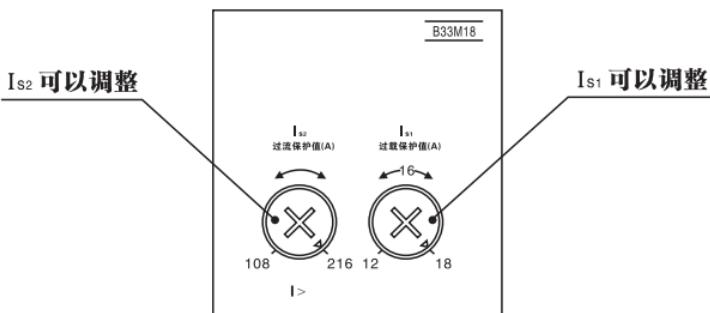

图10 热磁脱扣器面板图
7.6 使用时热脱扣 ( $I_{S1}$ ) 的调节旋钮、磁脱扣 ( $I_{S2}$ ) 的调节旋钮位置如图10所示，应根据实际工作电流进行调节整定，其它结构和模块不能擅自拆装调整。数字化控制器调节位置见相应使用说明书。